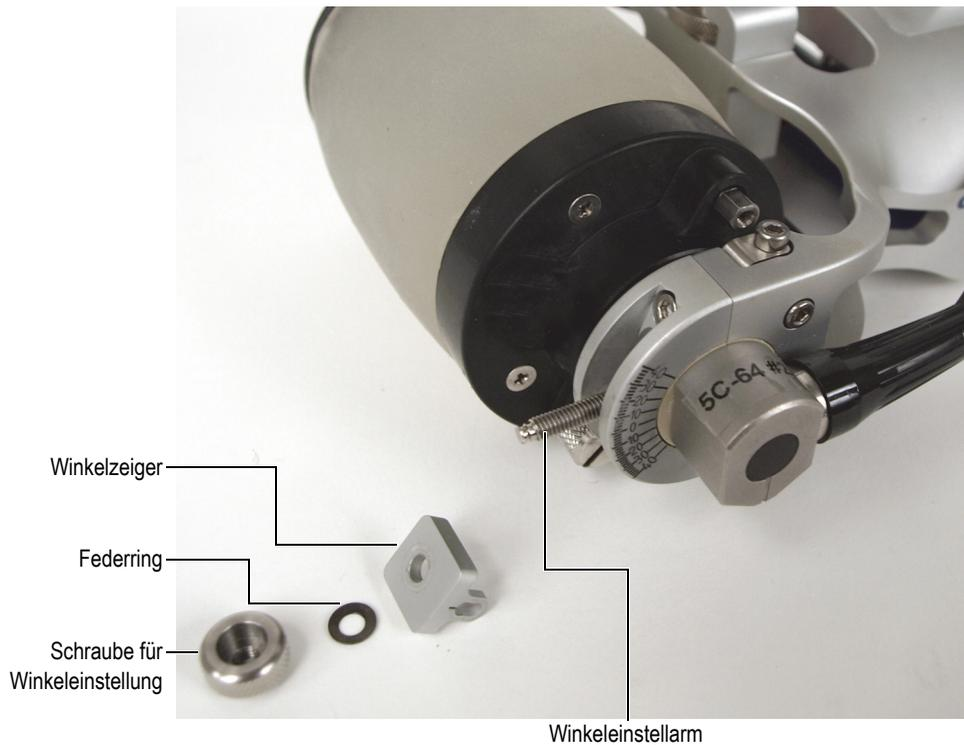

Abbildung 6-1 Entfernen der Komponenten zur Winkeleinstellung
1. Entfernen Sie die Schraube zur Winkeleinstellung, den Federring und den Winkelzeiger vom Winkeleinstellarm des RollerFORM (Abbildung 6-1 auf Seite 78).